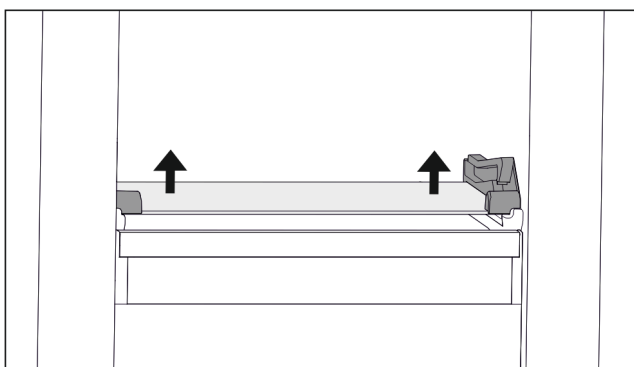

Fig. 107 Стеклнная пластина откидного выдвижного ящика
- ▶ Нажмите на стеклнную пластину снизу вверх с обеих сторон. (см. Fig. 107)